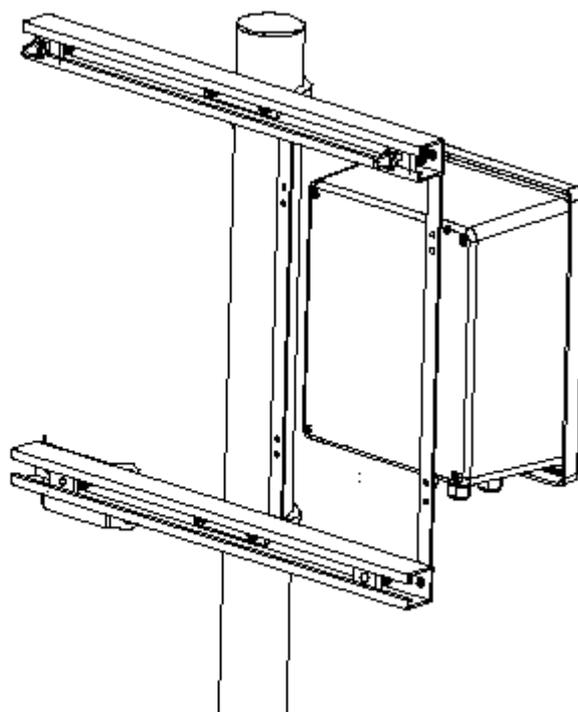

图 5 接线箱的安装
- 2) 如图 5 所示，使用接线箱所带的零件将接线箱安装到固定条上。